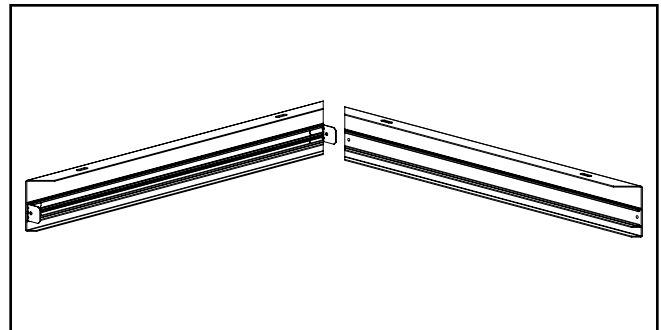

Figure 11.
2. Glissez le cadre adjacent en place de manière à ce que les espaces de trous s'alignent avec ceux du support en L. (Figure 11.)